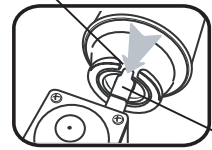

fig. 2
1. Vérifier que le bouton de commande (8) est placé sur la position "16" en la tournant dans le sens des aiguilles d'une montre et que le levier de la cartouche (6) est en position "UNLOCK".
2. Ouvrez le couvercle de la cartouche (2) et insérez la cartouche, la tête vers l'avant, de manière à ce que l'encoche pointe vers le haut et s'aligne dans le guide de valeur (fig.2).